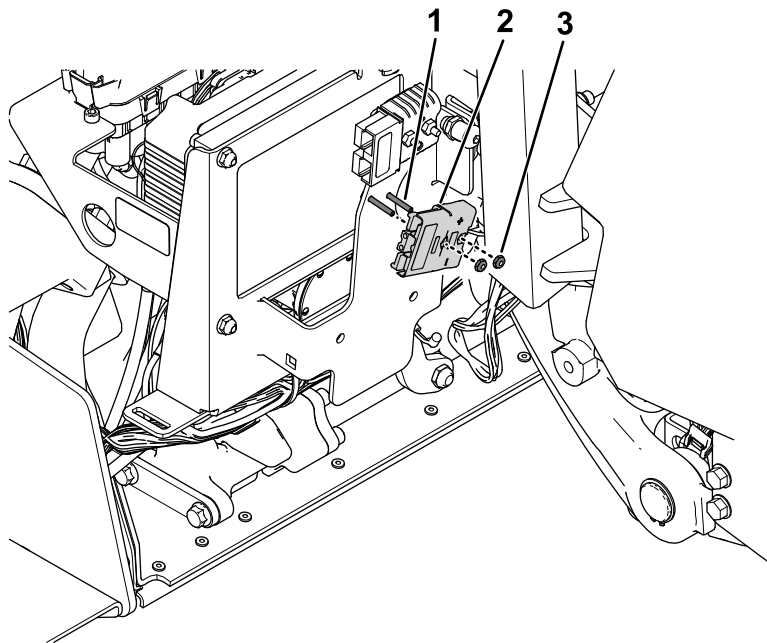

**Figura 36**
3. Remova o suporte de fusíveis existente da estrutura (Figura 36). Guarde as ferragens.